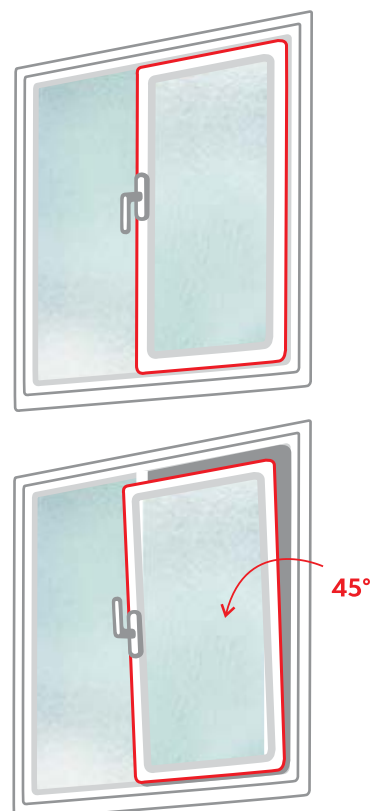

Рис. 3
- Для перевода створки в положение «Проветривание» (при наличии) ручку поворачивают из положения «Откинута» в положение «Проветривание» на 45° (см. Рис. 3) При этом створка окна (после небольшого поворота относительно нижней горизонтальной оси) фиксируется, будучи неплотно прижатой к раме окна вверху. Зазор между рамой окна и створкой (в верхней части) в данном режиме может составлять от 5 до 10мм. и регулируется небольшим поворотом ручки (щелевой режим).